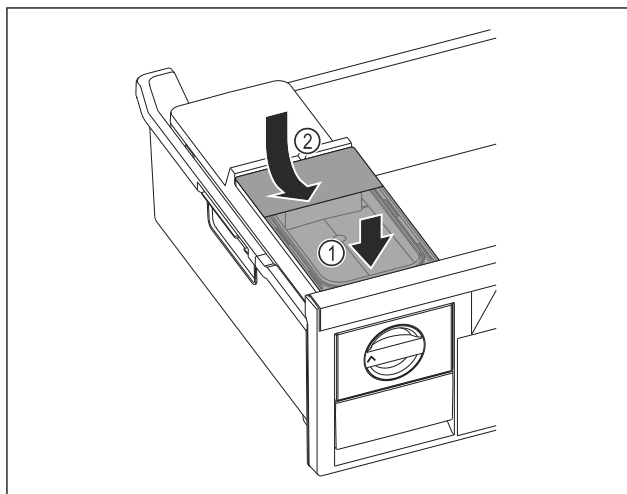

Fig. 129
- Watertank aan de voorkant plaatsen. Fig. 129 (1)
- Watertank aan de achterkant laten zakken. Fig. 129 (2)